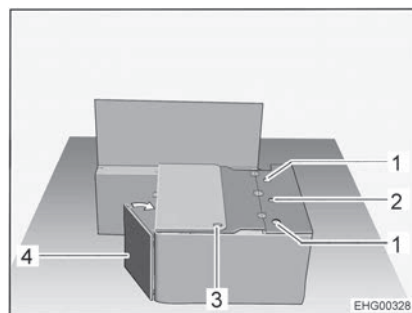

Bild 40 Während des Umbaus
- Vordere Sitztruhewand (Bild 40,4) in Richtung Seitenwand schwenken.
- Sicherheitsgurt mit Gurtschloss durch die Öffnung (Bild 40,3) im Sitztruhendeckel herausführen.
- Rückenlehne des Stecksitzes in die seitlichen Halterungen (Bild 40,1) stecken und Sterngriffschraube an der mittleren Halterung (Bild 40,2) handfest anziehen.